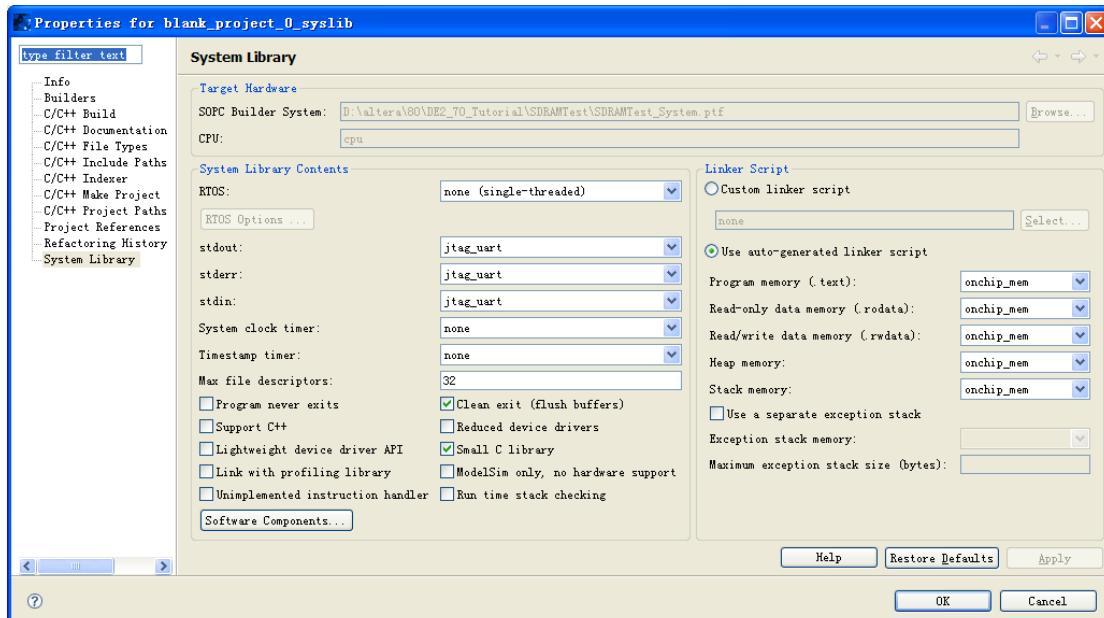

图 10-11 System Library 配置
23. 配置 System Library Properties., 去掉 Support C++, 勾上 Small C library, 确认右边使用的是 onchip\_mem, 没有使用两块 SDRAM, 输入输出使用 jtag\_uart, 如图 10-11 所示